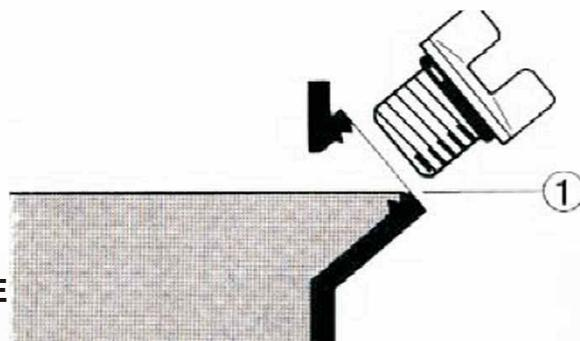

Figure 4
Siehe Abbildung 4 für den richtigen Ölstand ①.